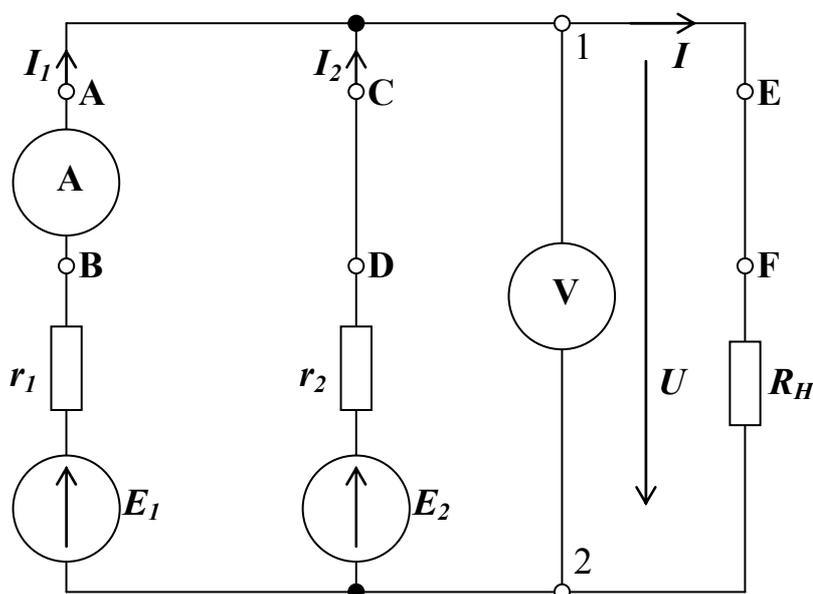

Рис. 3.10
10. Соберите цепь с параллельным соединением источников напряжения согласно схеме на рис. 3.10, используя в качестве E_1 регулируемый и в качестве E_2 нерегулируемый источники напряжения. В качестве внутренних сопротивлений источников устанавливаются резисторы r_1 и r_2 . Между точками А-В, С-Д, Е-Ф включите переключки для поочередного подключения амперметра.